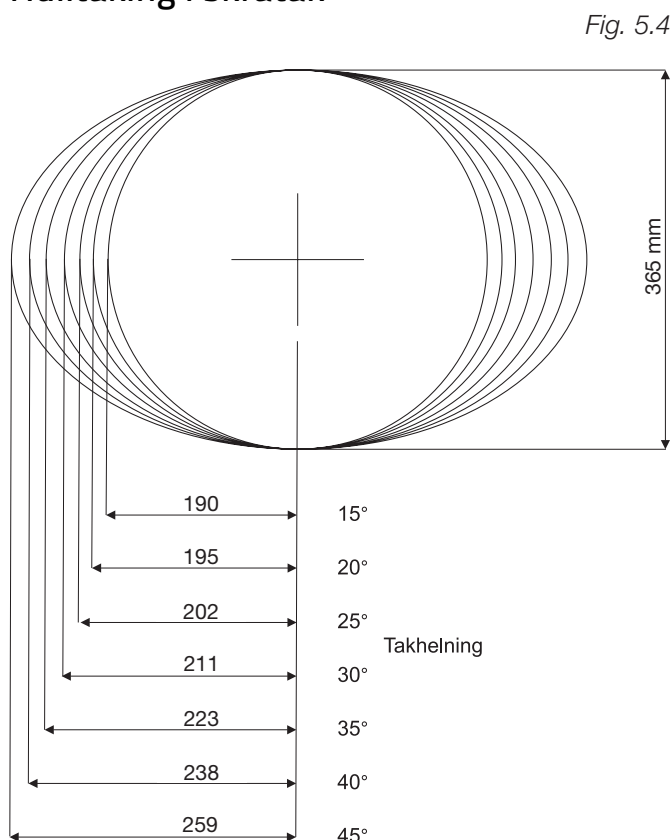

Fig. 5.4
Lokaliser bjelker og sperrer og eventuelle tekniske innstillinger i gulv og takkonstruksjonen. Bestem best egnet lokalisering av ildstedet i forhold til brannkrav og konstruksjon. Velg skorsteinens plassering ut fra dette. Ved hulltaking i tak blir huller ellipseformet, se fig. 5.4, som angir radius for ulike takvinkler.
2. Tilpass spikerslagene slik at det blir 50 mm mellom skorstein og brennbare materialer. Se figur for hulltaking i skråtak, fig. 5.4.